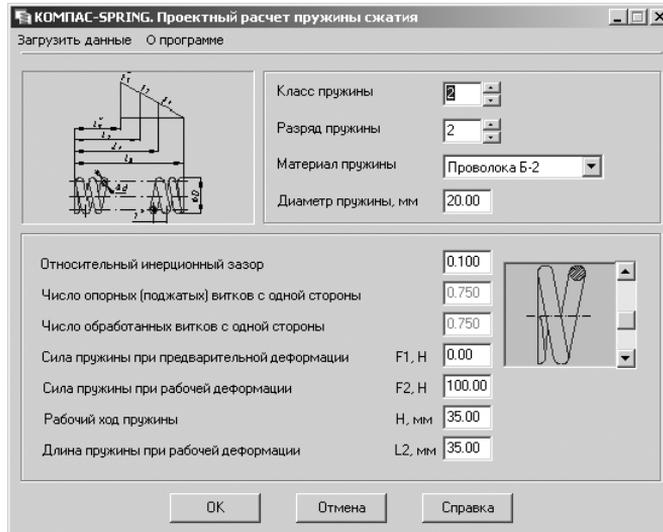

Рис. 4.34. Главное окно системы **КОМПАС-SPRING. Проектный расчет пружины сжатия**
- щелкните в главном окне системы **Проектирование цилиндрической пружины сжатия** по кнопке **Проектный расчет**. Появится главное окно системы **КОМПАС-SPRING. Проектный расчет пружины сжатия**, см. рис. 4.34.
Первый способ – непосредственный ввод исходных данных в поля главного окна системы КОМПАС-SPRING. Проектный расчет пружины сжатия. Введите нужные вам значения проектируемой пружины, например те, которые представлены на рис. 4.34.